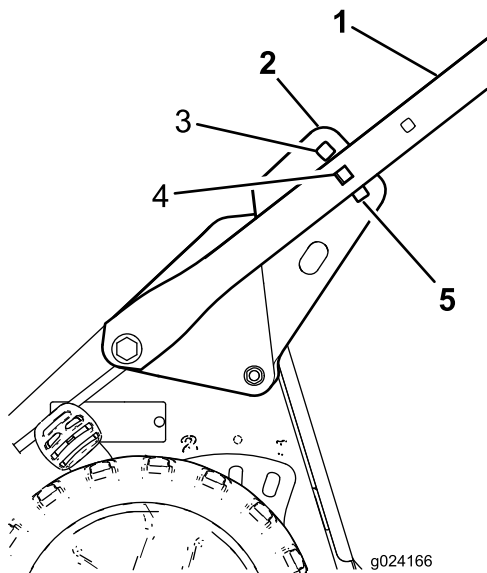

Figura 4
4. Sitúese detrás de la máquina en la posición normal de trabajo para determinar la altura del manillar que le sea más cómoda (Figura 4).